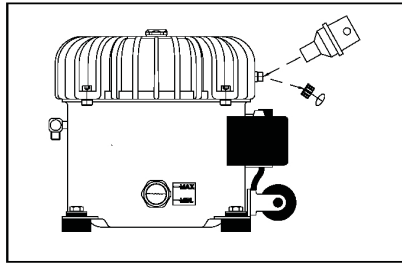

Fig. 2
- a) Beskyttelseshætten på indsugningsrøret er ikke fjernet og erstattet med indsugningsfiltret (fig. 2).